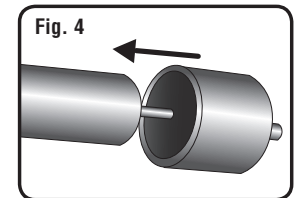

Fig. 4
2. Slide Hub Shaver onto pin and press in place until Shaver sets flush against Tool (Fig. 4).
2. Faites glisser moyeu de rasoir sur l'axe et appuyez sur en place jusqu'au rasoir séries flush contre l'outil (Fig. 4).